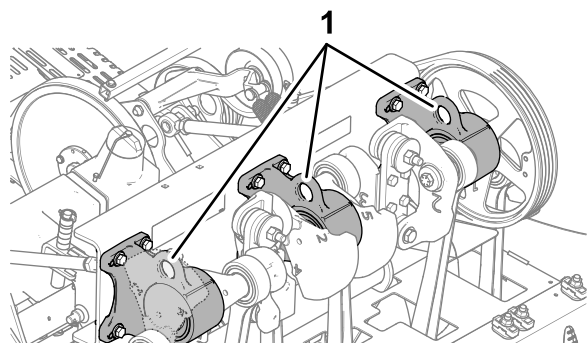

**Figura 139**
3. Collocate il cavalletto metallico con sicurezza sotto la piastra del telaio, appena oltre la ruota posteriore (Figura 139).